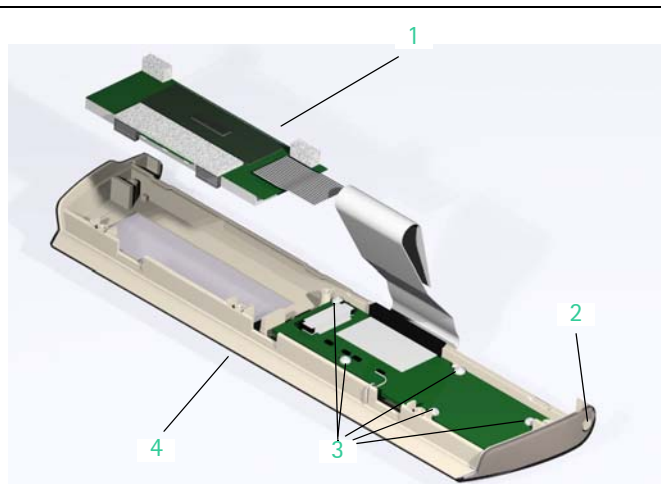

Abb.: 3 - 28
6. Folienkabel (Abb.: 3 - 27 / Pos. 1) des LC-Displays aus dem Steckverbinder herausziehen.
Legende zu Abb. 3 - 28: